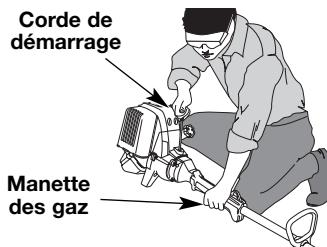

Fig. 13
AVERTISSEMENT: évitez tout démarrage accidentel. Tenez-vous en position de démarrage lorsque vous tirez sur la corde de démarrage (Fig. 13). L'opérateur et l'appareil doivent tous deux être en position stable pour éviter des blessures graves. Vérifiez la bonne installation de l'accessoire avant le démarrage de l'appareil.
6. Accroupissez-vous en position de démarrage (Fig. 13), pressez la poignée des gaz et tirez vivement sur le cordon de démarrage à 5 reprises.